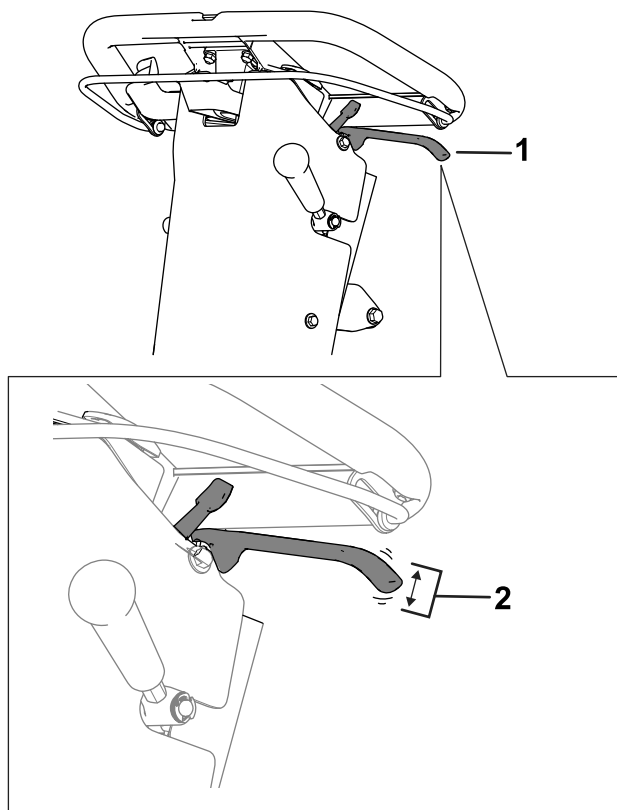

Рисунок 32
2. Измерьте люфт на конце рукоятки стояночного тормоза (Рисунок 32).